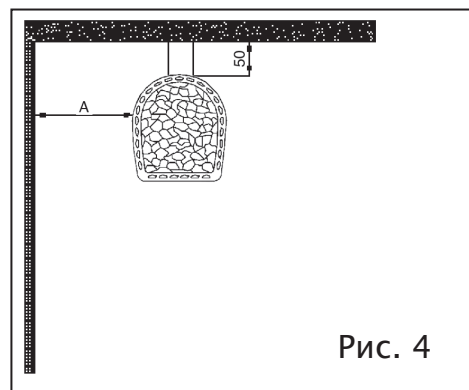

Рис. 4
4. В том случае, если стена будет выложена из кирпича, между вертикальной поверхностью каменки и стеной будет достаточным зазор в 50 мм. (См. рис. 4)